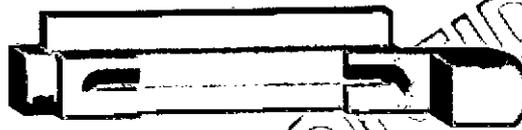

Figura 5-3: Ranura para la inserción de la tarjeta
- (2) Seleccione por programa la opción de lectura.
- (3) Coloque una tarjeta DG Gel en la ranura del portatarjetas (ver Figura 5-3), teniendo siempre la precaución de que ésta quede sujeta por la bola posicionadora y su código de barras quede mirando hacia el lector.